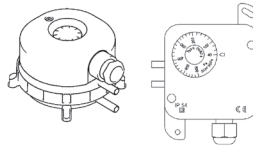

Рис. 4
- В установке может быть смонтирован один из датчиков давления, изображенных на рис. 4.